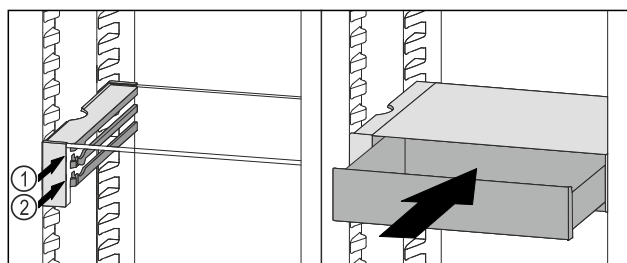

Fig. 220
- VarioSafe-Schubfach hinter den Stoppern auf gewünschter Rippe Fig. 220 (1) oder Fig. 220 (2) aufsetzen.